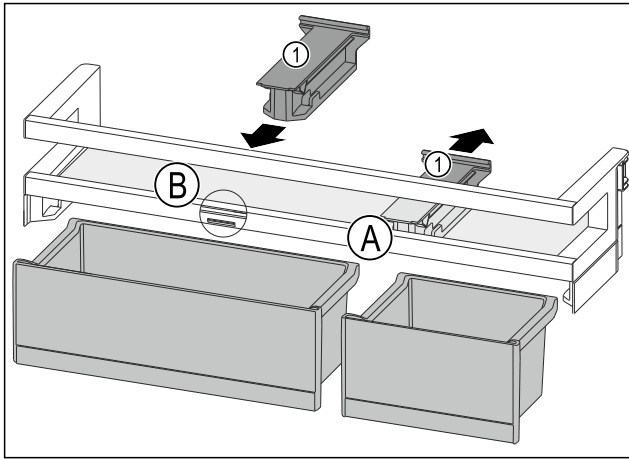

Fig. 168
- ▶ Кріпильний елемент Fig. 168 (1) у положенні Fig. 168 (A) витягніть рухом донизу.
- ▶ Кріпильний елемент Fig. 168 (1) вставте у положення Fig. 168 (B).